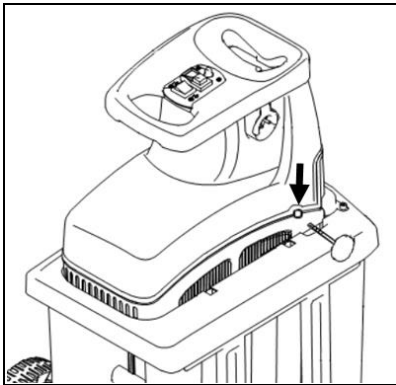
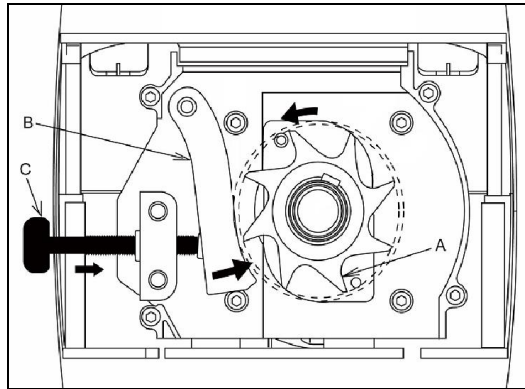

Fig.16
Fig. 17
3. Vissez le bouton (6) dans le trou sur le côté du boîtier (Fig. 16). Tournez-le très doucement dans le sens horaire jusqu'à ce que vous sentez une résistance ou entendez un petit grincement : le rouleau à broyer (A) entre en contact avec la plaque de pression (B) et de petits copeaux d'aluminium tombent du canal d'éjection (Fig. 17).